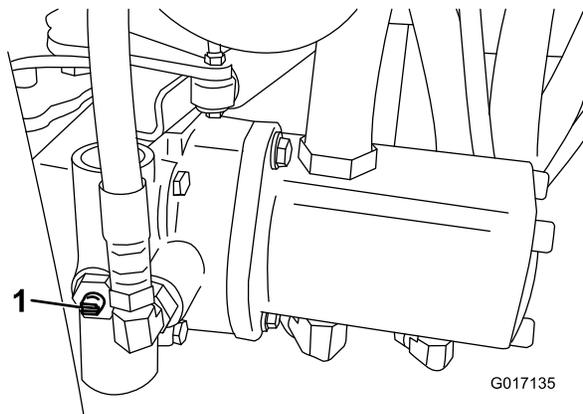

Figura 24
2. Prima di avviare il motore chiudete la valvola bypass girandola in modo che la scanalatura sia orizzontale (Figura 24). Non avviate il motore quando la valvola è aperta.
1. Girate la valvola bypass sulla pompa in modo che la scanalatura sia verticale (Figura 24).